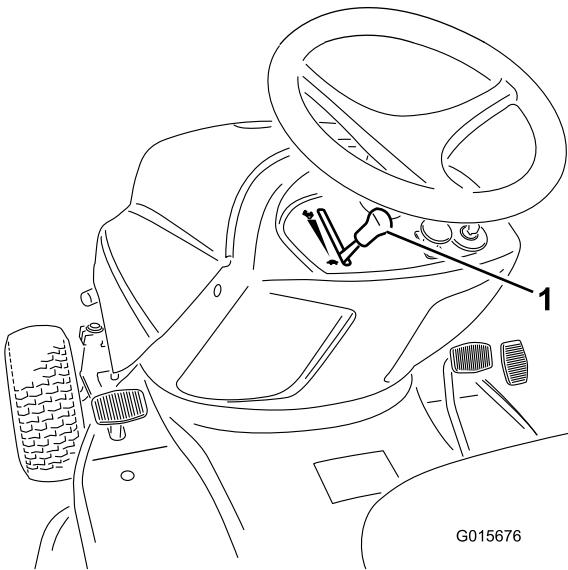

Figura 10
6. Quando arrancar um motor frio, passe a alavanca do controlo do regulador para a posição Ar (totalmente para cima) (Figura 10).
7. Desloque a alavanca para a posição Lento (tartaruga) (Figura 10).
- Mova a alavanca do controlo do regulador para a posição Slow (tartaruga) (Figura 10).